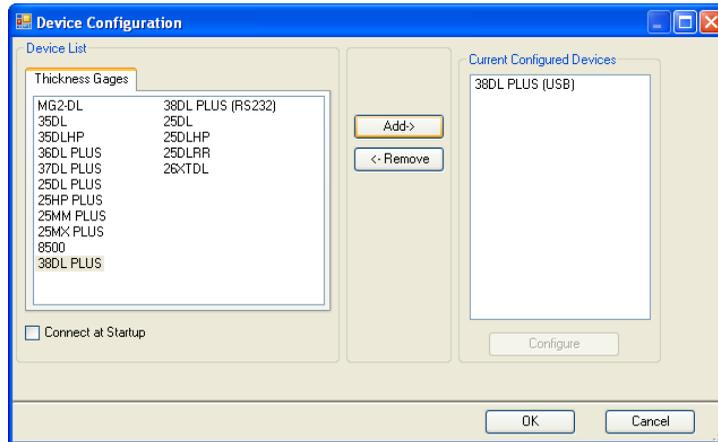

图 14-7 设备配置对话框
- b) 在 **Device Configuration**（设备配置）对话框中（参见第 249 页的图 14-7）：
- (1) 在 **Device List**（设备列表）中，选择 38DL PLUS，然后点击 **Add**（添加）。